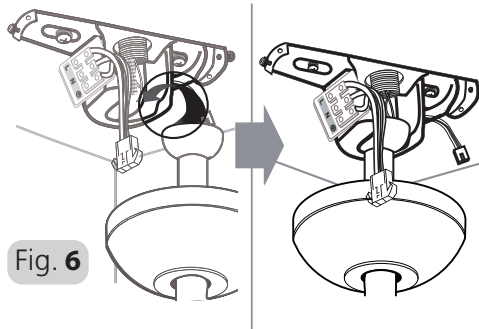

Fig. 6
2. Hängen Sie die Ventilatereinheit an die Montageplatte. Die Montageplatte ist mit einer Lasche versehen, die mit der entsprechenden Nut am Kugelgelenk der Ventilatorbaugruppe ausgerichtet werden sollte. Siehe Abb. 6.
2. Hang the fan assembly onto the mounting plate. The mounting plate has a lug on it; this should be lined up with the corresponding groove on the fan assembly ball joint. Refer to Figure 6.
2. Suspendez le montage du ventilateur à la plaque de montage. La plaque de montage dispose d'un crochet ; celui-ci doit être aligné avec la rainure correspondante sur le joint à bille du montage du ventilateur. Voir Figure 6.
2. Подвесьте блок вентилятора на монтажную пластину. На монтажной пластине имеется выступ; он должен быть совмещен с соответствующим углублением на шарнире блока вентилятора. См. рис. 6.
2. Zawiesić zespół wentylatora na płycie montażowej. Płyta montażowa posiada występ, który należy połączyć z odpowiednim rowkiem przegubu kulowego zespołu wentylatora. Patrz rysunek 6.